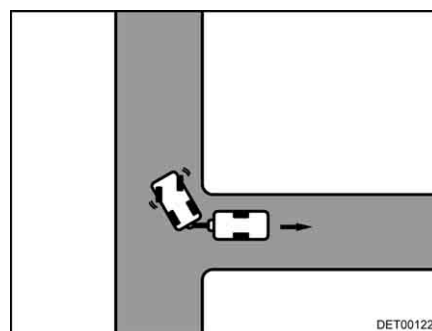

Fig. 21 Braquer à droite
- Braquer à droite et avancer prudemment en marche arrière (Fig. 21).